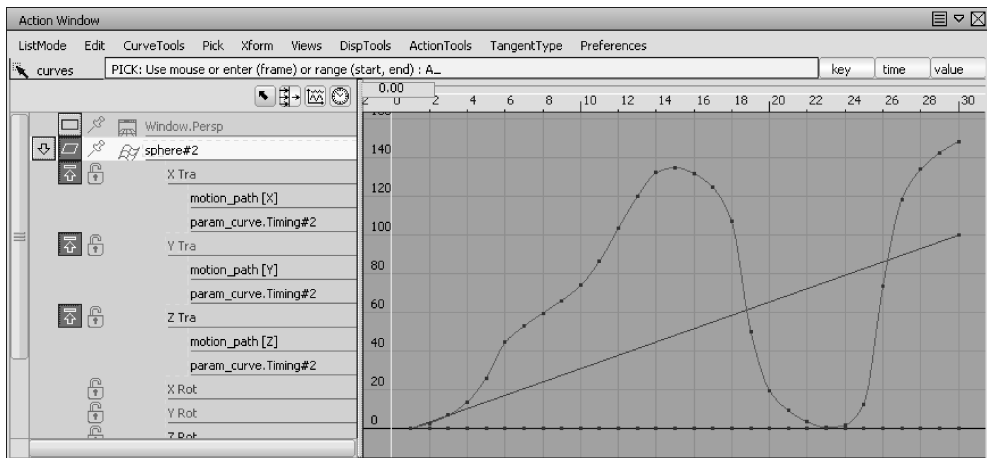

图 7-43 打开动作窗口
- 01 在圆球体处于选中的状态下，执行菜单栏中【Animation】|【Editors】|【Action Window】命令，打开动作窗口。在动作窗口菜单栏中执行【Views】|【Look at】命令，使运动曲线充满图形编辑器窗口，如图 7-43 所示。